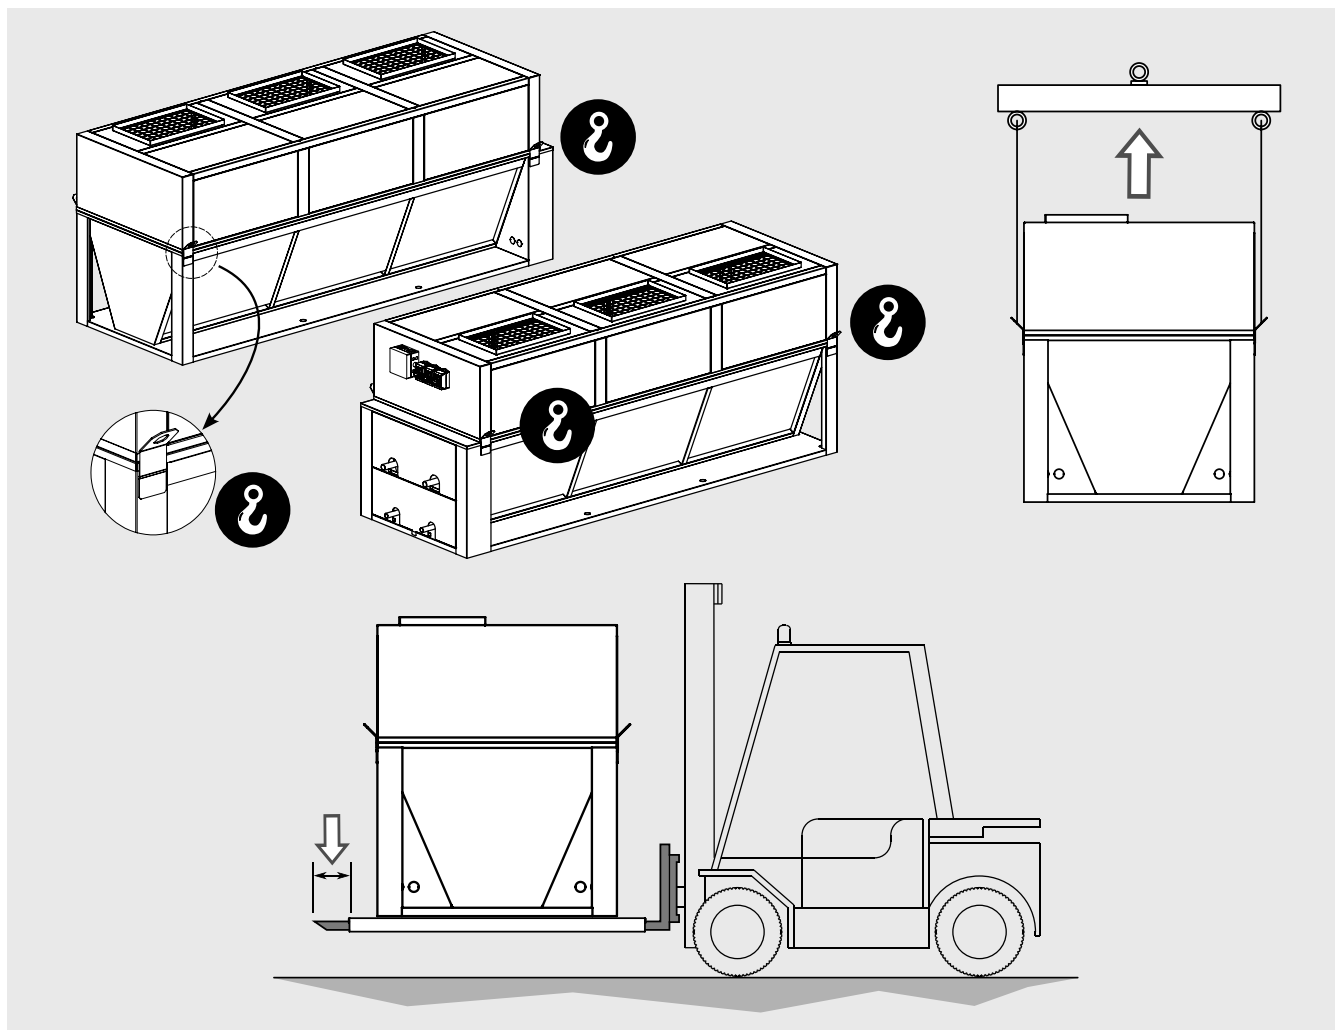

Figure 3
- 5.1 Le modèle emballé doit être déplacé par du personnel qualifié à l'aide d'un chariot élévateur à fourche de capacité adéquate, ou par une grue et/ou un pont roulant (voir Section 7). Évitez tout mouvement brusque et ne vous tenez pas à proximité de la zone de manœuvre. Fixez toujours les modèles sur l'engin de levage avant de les manipuler. Une grosse bosse ou une forte poussée peut provoquer le renversement du modèle (voir "Figure 3").